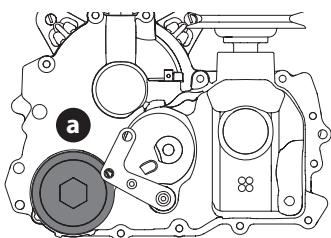
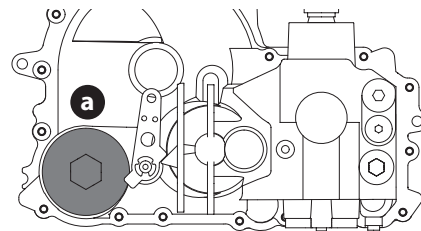

Figure 43
Figure 44
2. Placez un récipient approprié sous le couvercle du filtre à huile (a) de transmission. Retirez le couvercle du filtre à huile de transmission pour vidanger l'huile (Figure 43 pour Série 700, Figure 44 pour Série 900). Retirez et jetez le joint torique.
4. Remplacez le nouveau filtre et placez le nouveau joint torique sur le couvercle du filtre (a) (Figure 43 pour Série 700, Figure 44 pour Série 900).